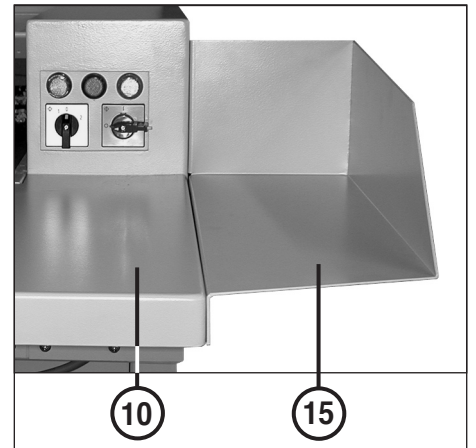
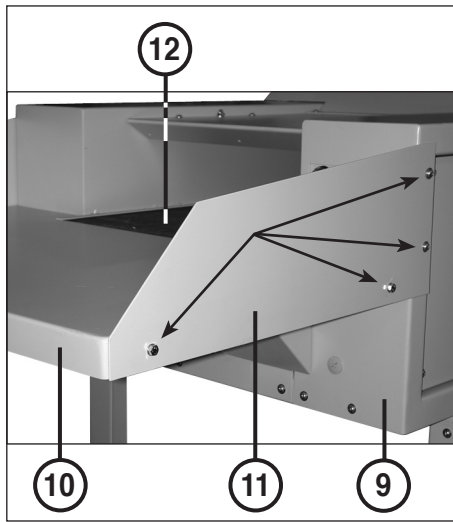
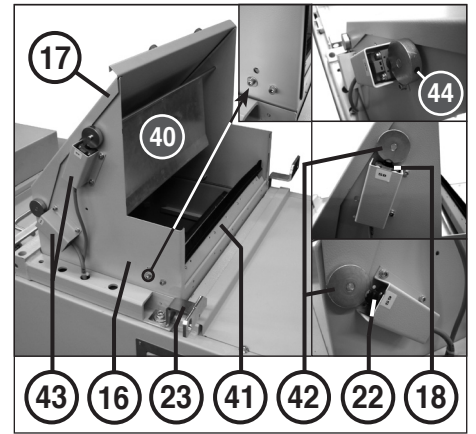

fig. 5
fig. 4
fig. 6
- 11 = Chapa protectora (fig. 4)
- 15 = Chapa protectora angular (fig. 5) (optional)
- 18 = Interruptor de fin de carrera S8 (fig. 6 y 7)
- 22 = Interruptor de fin de carrera S9 (fig. 6 y 7)
- 40 = Tapa de mando (fig. 6)
- 41 = Listón de cepillos (fig. 6)
- 42 = Leva de mando (fig. 6)
- 43 = Cubierta de interruptor (fig. 6)
- 44 = Tornillo prisionero (fig. 6)
### MONTAJE DE LA CHAPA PROTECTORA ANGULAR (15) (fig. 4 y 5):
Si fuera necesario, se puede ampliar la superficie de apoyo aplicando dos chapas protectoras angulares (15) (fig. 5) en lugar de las dos chapas protectoras (11) (fig. 4) (ver también en apartado "ACCESORIO ESPECIAL")
1. Destornillar los 4 tornillos con arandelas en la pared lateral de la carcasa (9) a la izquierda y derecha resp., así como en la mesa (10) (ver flechas fig. 4).
2. Retirar ambas chapas protectoras (11) y apretar ambas chapas protectoras angulares (15) empleando los tornillos y arandelas destornillados anteriormente en la pared lateral de la carcasa (9) a la izquierda y derecha así como en la mesa (10).
### MONTAJE DEL EMBUDO (16) (fig. 6):
1. Aflojar el seguro de transporte (conector) en la tapa de expulsión (25) y orientar la tapa hacia abajo.
2. Retirar el embudo (16) de la cámara de compactación, como se muestra, colocar sobre la apertura de alimentación y, empleando desde dentro los 7 tornillos de hexágono interior M6x12, fijar a la prensa.
3. Girar el listón de cepillos (41) del embudo (16) a la posición vertical (el cepillo indica hacia arriba) y fijar en esta posición (utilizar la perforación inferior) empleando los dos tornillos de hexágono interior adjuntos M6x16 y arandelas en el embudo.
4. Desmontar las dos cubiertas del interruptor (43). Aflojar el tornillo prisionero (44) en la leva de mando (42) de la tapa de mando (40) y retirar la leva de mando. Desmontar la tapa de mando (40), enchufar en los orificios para la posición de mando situada por encima en el embudo (16) y fijar de nuevo allí.
5. Fijar el interruptor final S8 (18) con 2 tornillos M4x40 y tuercas M4 por debajo de la leva de mando de la tapa de mando (40). Aflojar el tornillo prisionero (44) (llave de hexágono inferior 2,5 mm), girar la leva en posición y volver a apretar el tornillo prisionero.
6. Fijar el interruptor final S9 (22) con 2 tornillos M4x40 y tuercas M4 por debajo de la leva de mando de la tapa de cubierta (17). Aflojar el tornillo prisionero (44) (llave de hexágono inferior 2,5 mm), girar la leva en posición y volver a apretar el tornillo prisionero.
7. Posicionar las dos cubiertas de interruptor (43) cada una por encima de los interruptores finales y fijar cada una con dos tornillos M5x16 y tuercas M5 en el embudo.